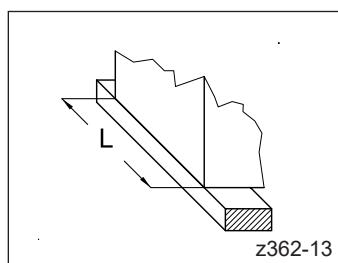

Abbildung 19: Positionierung einer Heißkanalbaugruppe auf einer Holzplatte
- Wenn möglich, sollte immer die gesamte Länge L der Heißkanalbaugruppe unterlegt werden (siehe Abbildung 19).